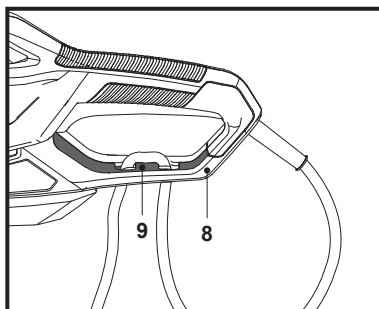

Fig. 2b
2. Passe-o sobre o retentor (9) e puxe com cuidado o cabo de alimentação para garantir que está bem seguro (Fig. 2b).